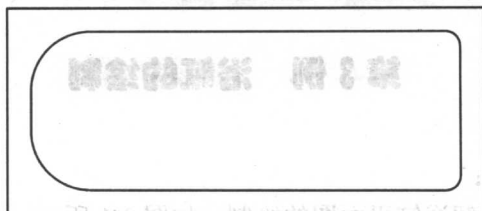

图 3-4 圆角操作
4. 选择“修改”/“圆角”命令,对偏移的图形进行圆角操作,圆角半径为50mm和200mm,结果如图3-4所示。